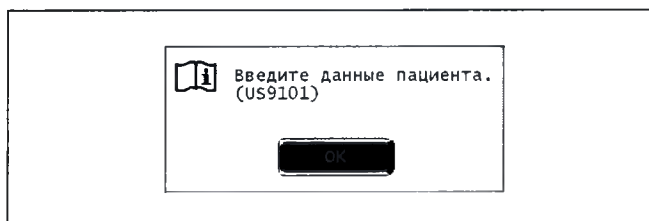

Рисунок 7.247
- При подключении модели CV-180 данные видео возможно записать, только если они содержат данные пациента. При попытке записи без ввода данных пациента отобразится сообщение, показанное на рис. 7.247. Введите данные пациента и повторите попытку.